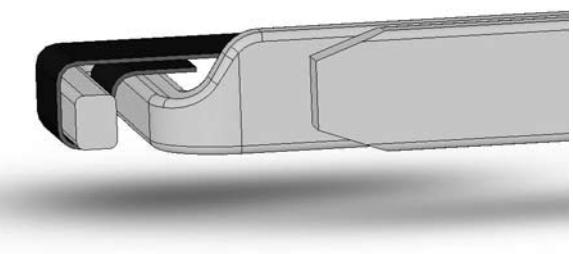

Fig. 3
- Führen Sie den Separierstreifen über den 3,5 mm überstehenden Teil des Separierstreifens zurück, siehe Fig. 3. Der Separierstreifen ist nun fest in Position an der Frontseite des Separierstreifenhalters.